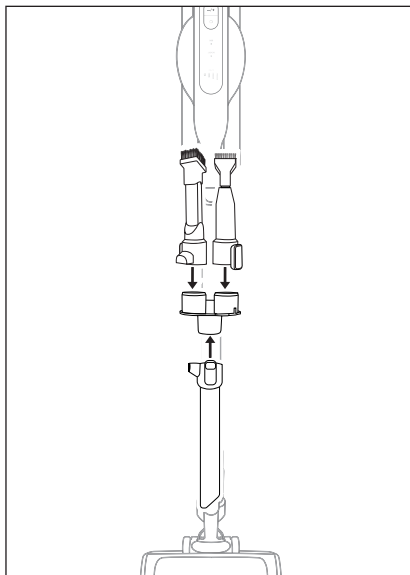

Fig. 17
- ◆ Retirez les accessoires de l'appareil et placez-les sur le support pour accessoires ①⑦ pour les ranger (voir fig. 17).